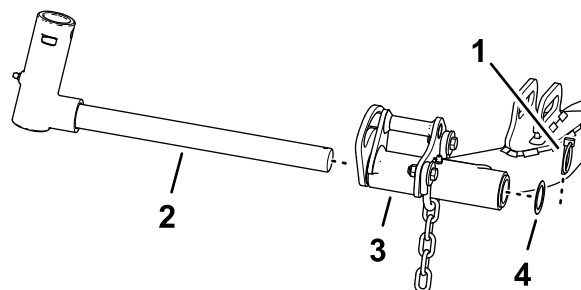

図 19
1. ピボットヨークを昇降アームに固定しているリンチピンとワッシャを外し、昇降アームからピボットシャフトを抜き出す 図 19。